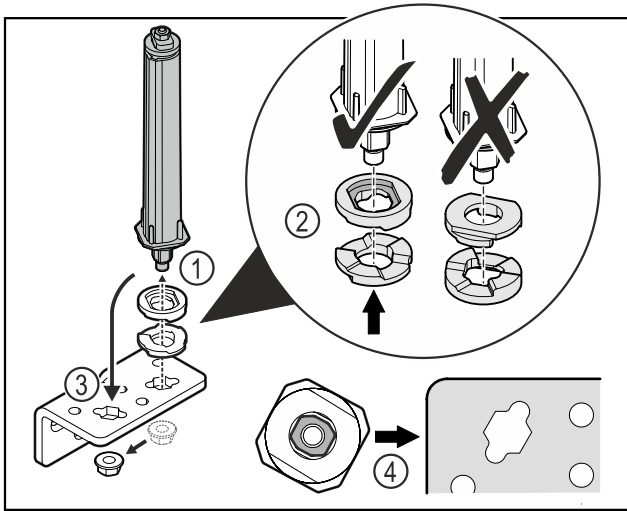

Fig. 41
- Soltar la tuerca y retirar el sistema de cierre de la puerta Fig. 41 (1).
- Tener en cuenta la orientación correcta de las arandelas de ajuste de altura Fig. 41 (2).
- Cambiar la posición del sistema de cierre de la puerta en la escuadra de bisagra y fijar con la tuerca Fig. 41 (3).
- Tener en cuenta la orientación correcta del sistema de cierre de la puerta al insertarlo Fig. 41 (4).